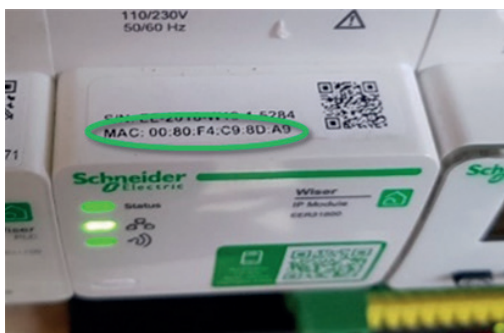

Figure 16 : MAC ADRESS
- Renter la MAC ADRESS de l'IP module (figure 16)